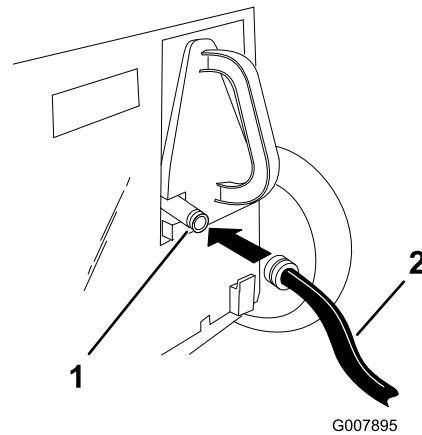

Figura 21
3. Levante la tapa trasera y conecte el acoplamiento al conector de lavado del tapón de reciclado (Figura 21).